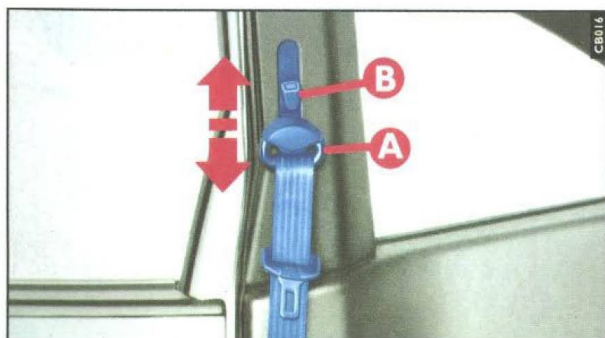

fig. 8
- para levantar: levantar o anel oscilante **A** - **fig. 8**;